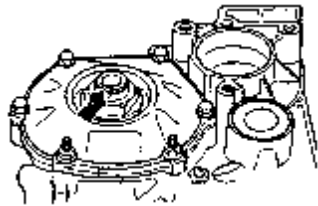

图 7-179 锁紧六角螺母
(7) 用冲头锁紧六角螺母，使它的凸靠住小齿轮轴的平面，如图 7-179 中箭头所示。